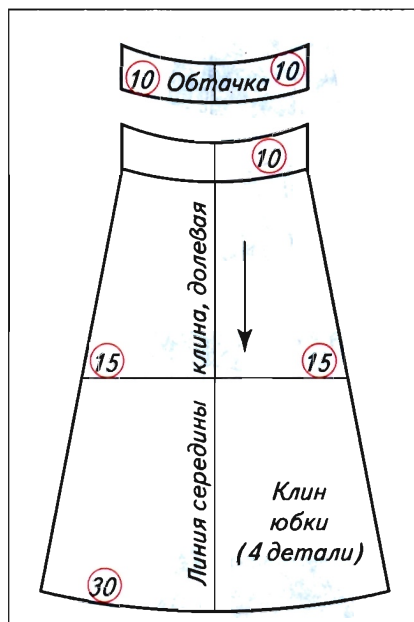

Рис. 15. Выкройка клинчатой юбки
4. Вырежьте детали выкройки (рис. 15).